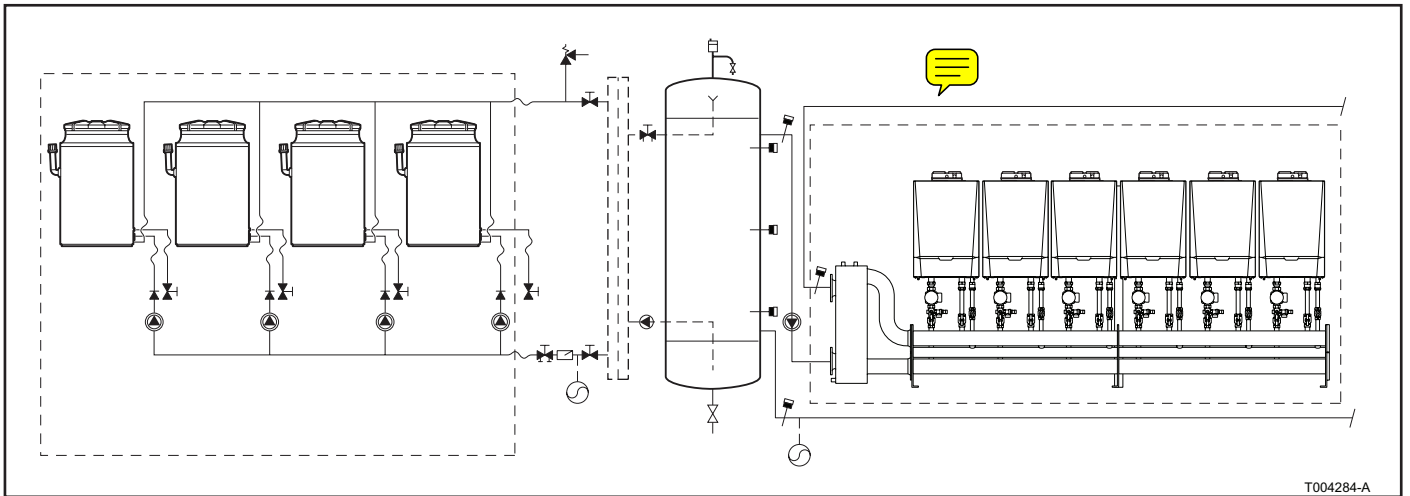
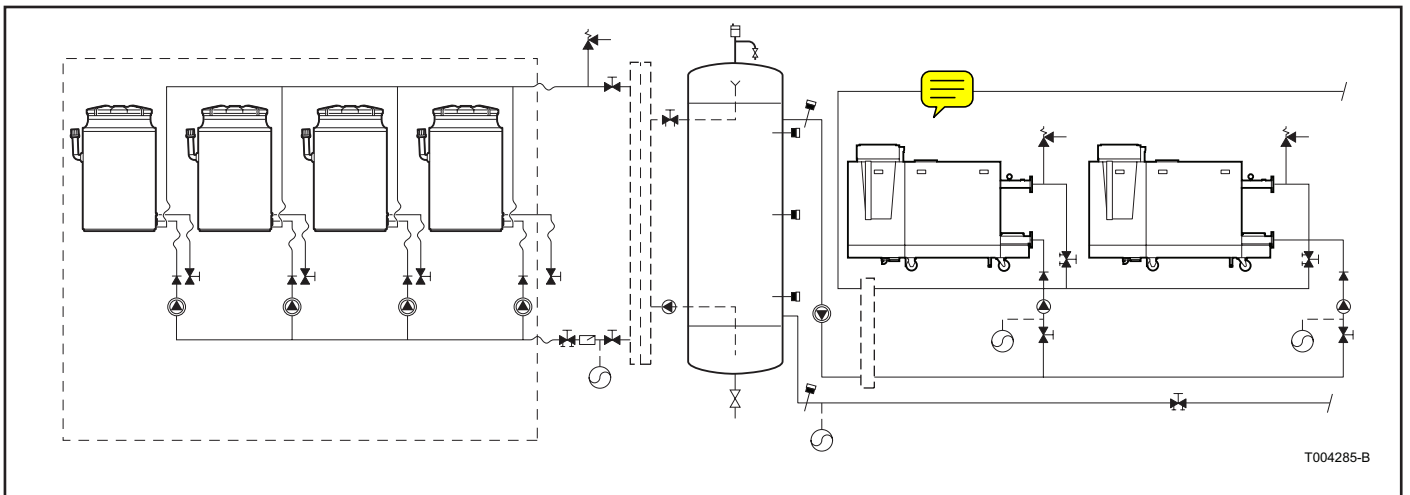

Fig. 02 Schematische Darstellungen der Hydraulik mit Quinta Pro Kesseln
Fig. 03 Schematische Darstellungen der Hydraulik mit Gas 310 Kesseln
- Die Vorlaufemperatur des Systems kann so gewählt werden, dass sie über der maximalen Temperatur der Wärmepumpe liegt, wenn die zusätzlichen Kessel hydraulisch mit den in Reihe gekoppelten Wärmepumpen verbunden sind (*siehe auch Fig. 02 und Fig. 03*).